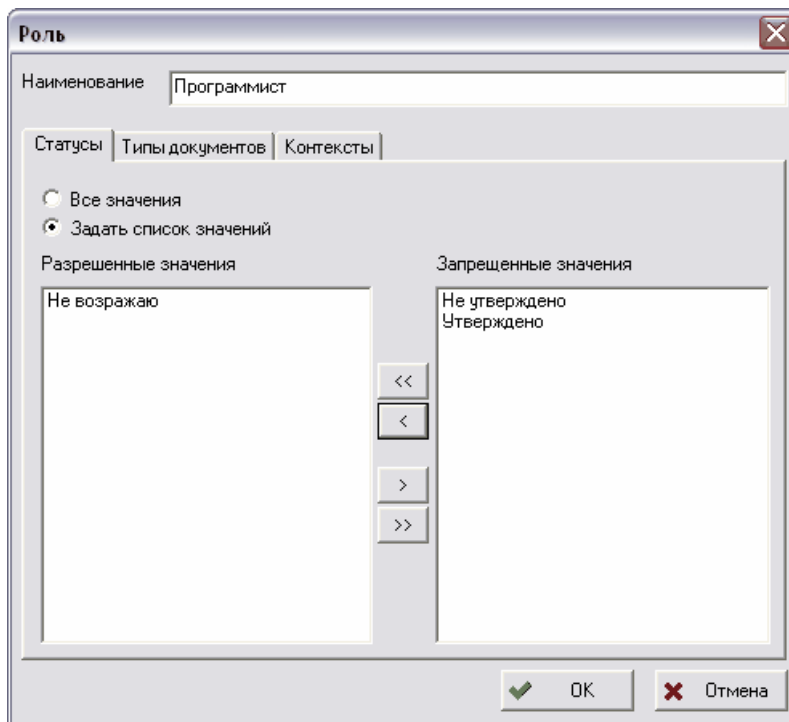

Рис. 55 Создание новой роли
2. В появившемся диалоговом окне **Роль** введите наименование новой роли (Рис. 55).